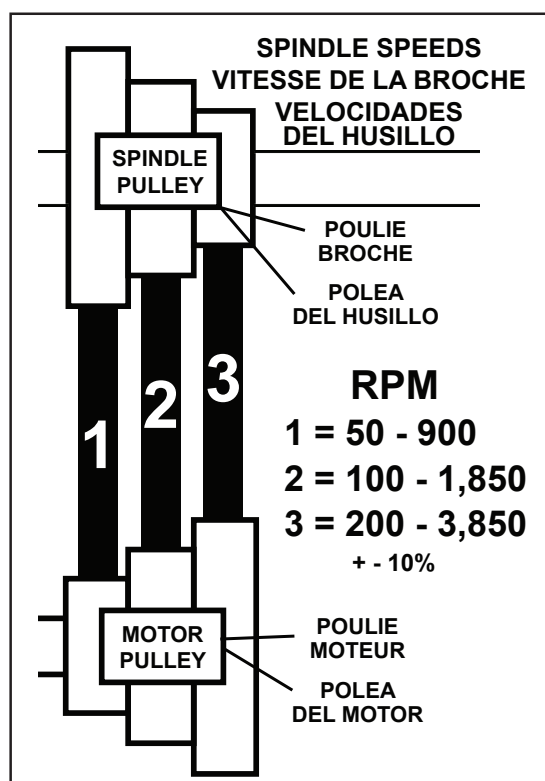
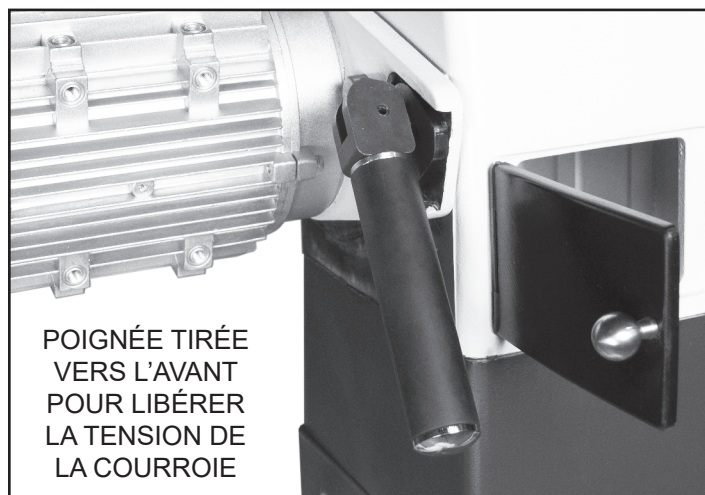

FIG. 30
FIG. 33
Pour alterner entre les 3 plages de vitesses, figure 30, la position de la courroie sur les poulies du moteur de la broche doit être modifiée. Pour ce faire :
4. Poussez la poignée de blocage vers le bas pour relâcher la tension de la courroie Poly-V. Fig. 33. La courroie peut maintenant être replacée à la plage de vitesse voulue sur les poulies. La fig. 30 montre les positions de la courroie pour les 3 plages de vitesses.